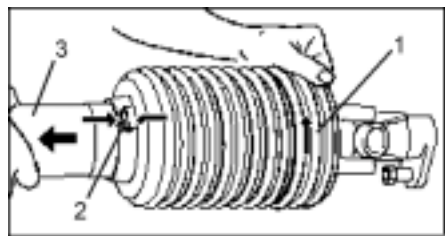

Fig. 9
- Trichter (Fig. 9/1) in die Montageposition (Fig. 9./2) drehen.
- Schutzhälfte (Fig. 9/3) abziehen.